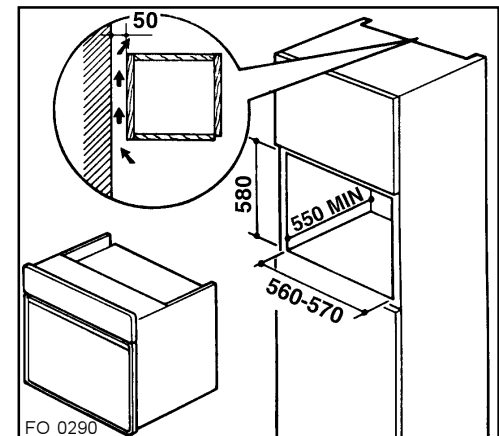

Fig. 11
- Encastrement dans un meuble colonne (Fig. 11)